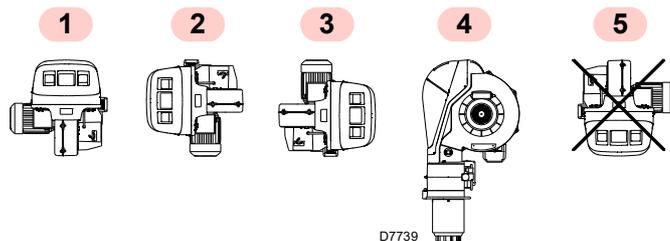

Fig. 13
- Le brûleur est exclusivement prévu pour fonctionner dans les positions **1, 2, 3 et 4** (Fig. 13).